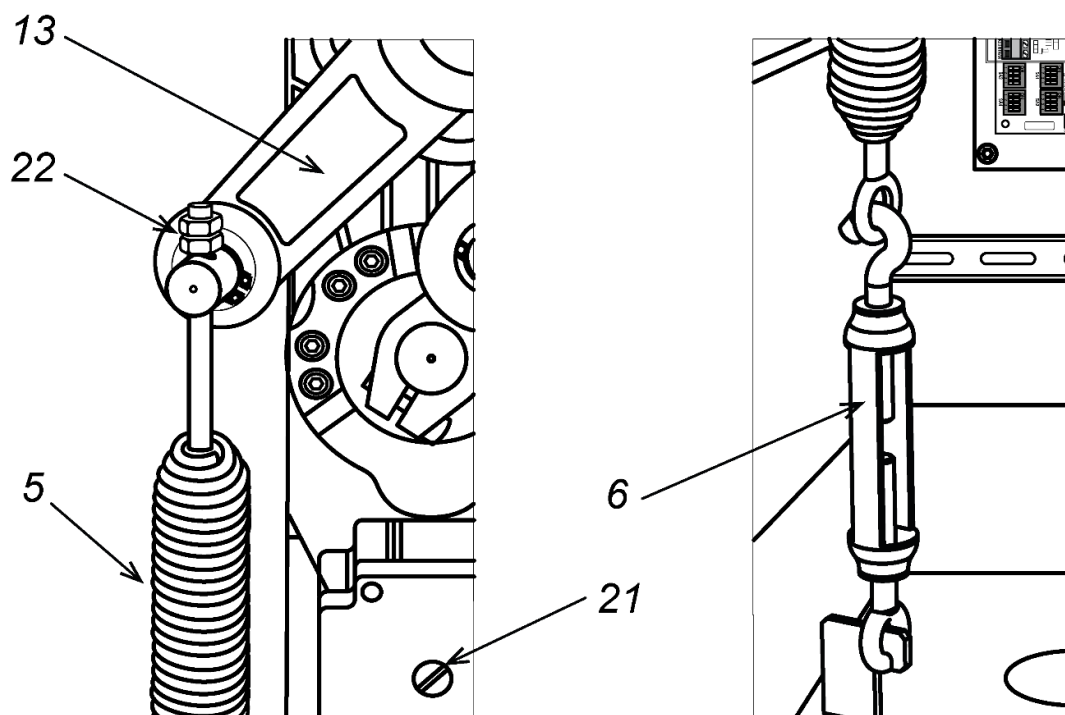

Рисунок 13. Установка балансировочной пружины
Переведите кронштейн крепления стрелы в горизонтальное положение, для чего вращайте винт (ручку) разблокировки привода (21) по часовой стрелке до упора (см. рис. 13).
1. Снимите дверцу (2), открыв замок ключом.
2. На приводе стрелы переведите рычаг (13) в нижнее положение (см. рис. 13).
5. Также регулировать натяжение пружины можно при помощи гаек (22) на верхней шпильке пружины (см. рис. 13), при этом над гайками должно быть не менее 3-5 витков резьбы.